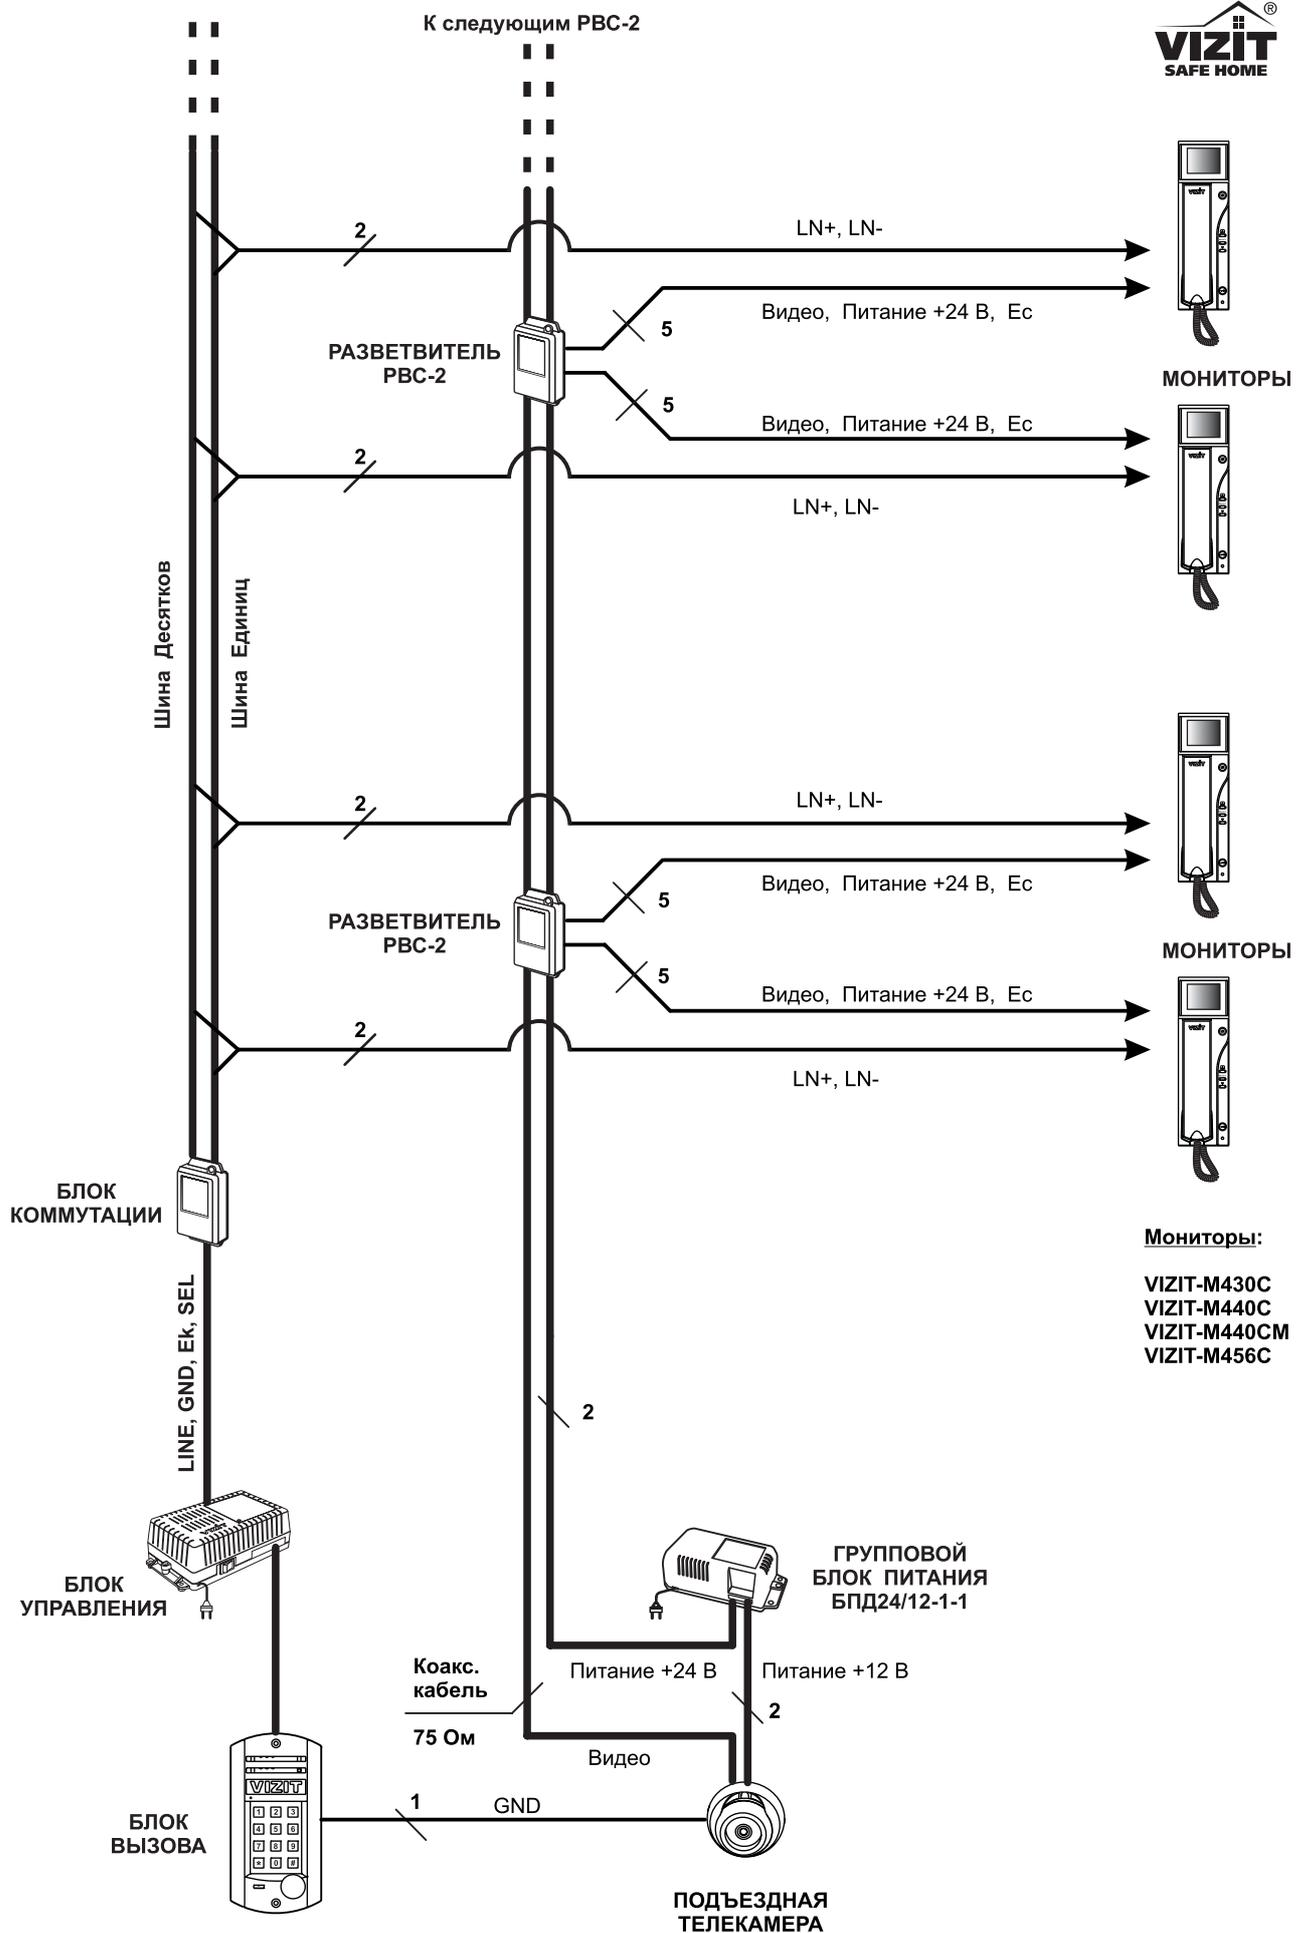

Рисунок 3 - Пример структурной схемы подъездной части видеодомофона VIZIT на основе БВД и внешней подъездной телекамеры.
**Внимание!** Наличие проводника, соединяющего цепи GND блока вызова и телекамеры (рис. 3), **обязательно**.